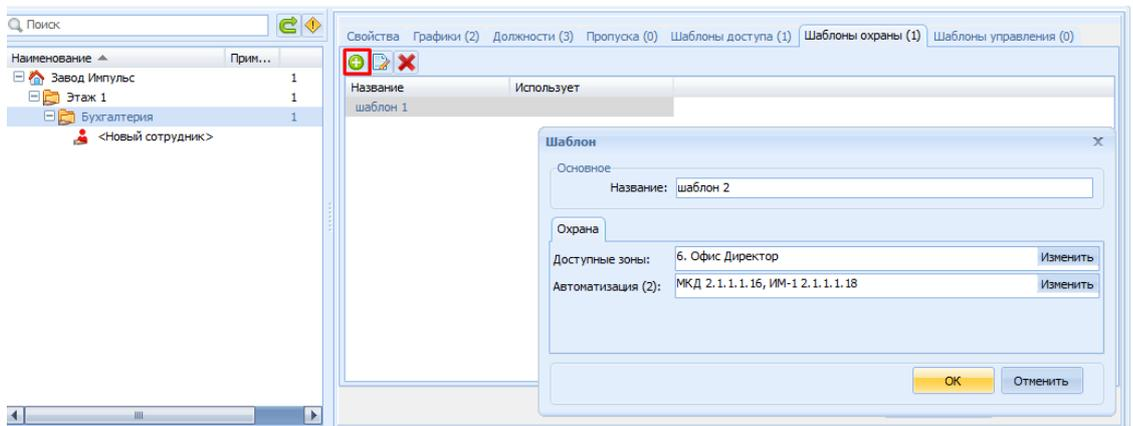

Рисунок 25.31 – Закладка Шаблоны охраны и окно «Шаблон»
- 3) В открывшемся окне «Шаблон» заполнить следующие поля (рисунок 25.31):